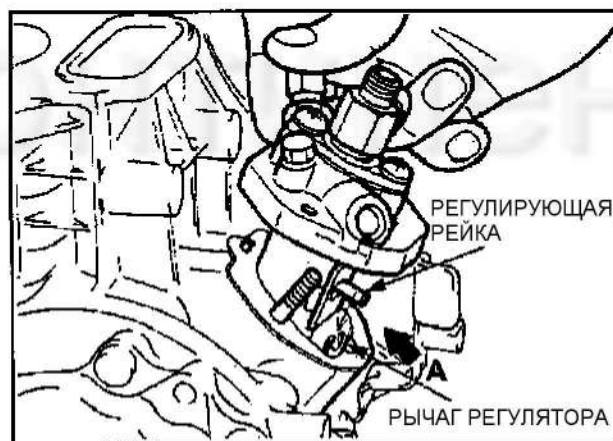

Рис. 56
- (3) Установить топливный насос впрыска топлива на картер, при этом следить, чтобы регулирующая рейка насоса правильно вошла в зацепление с рычагом регулятора оборотов. (См.Рис. 56.)